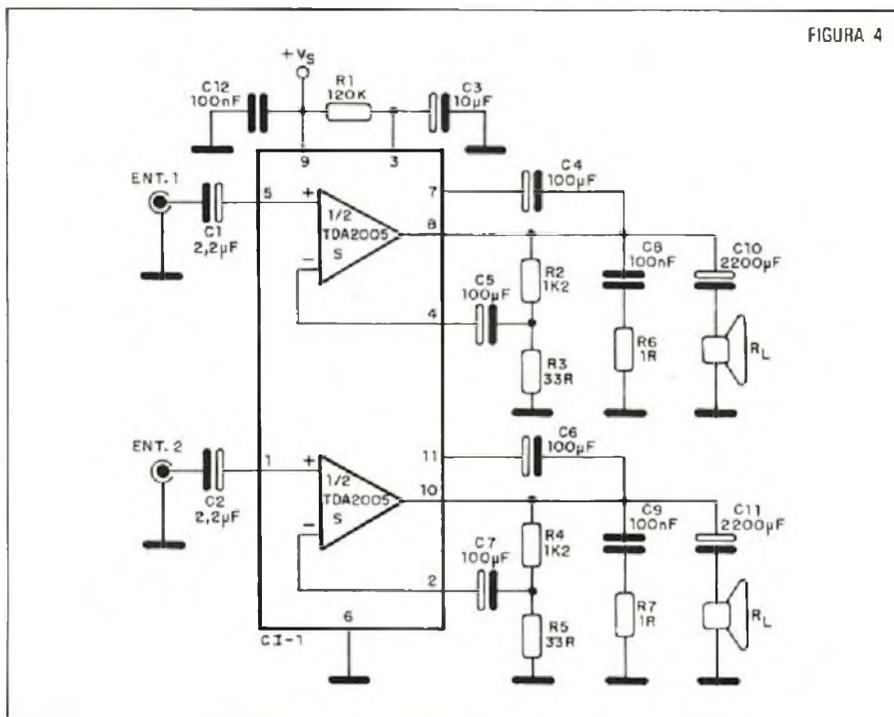

FIGURA 4
Começamos por dar o diagrama completo da versão estéreo de 10+10 W com um integrado que é mostrado na figura 4.
**CIRCUITO DA FIGURA 4**